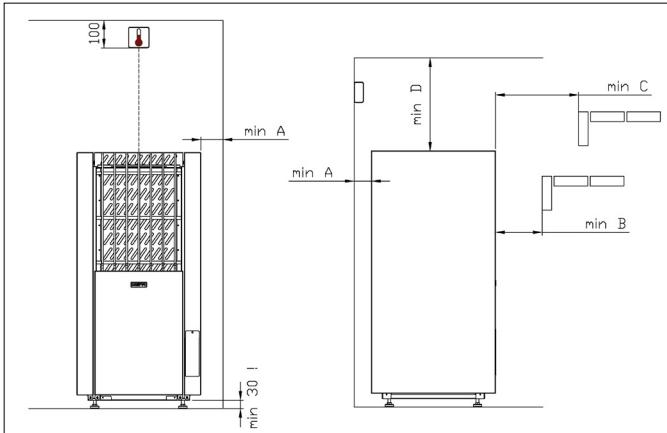

Abb. 1. Sicherheitsabstände des Saunaofens
\*\*) Siehe Abbildung 1
- Beim Aufstellen des Saunaofens müssen die Sicherheitsabstände eingehalten werden. (Abb. 1)